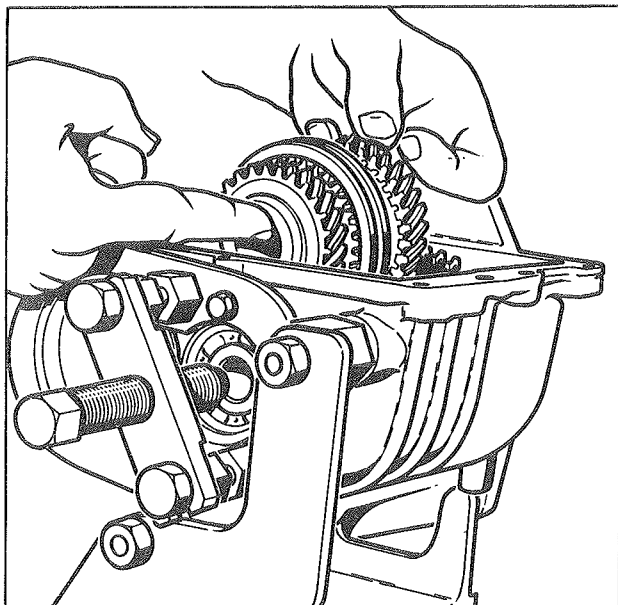

Fig. 6
- Déposer la pignonnerie de 1^{er} et 2^e rapports avec le synchroniseur et les bagues (fig. 6).